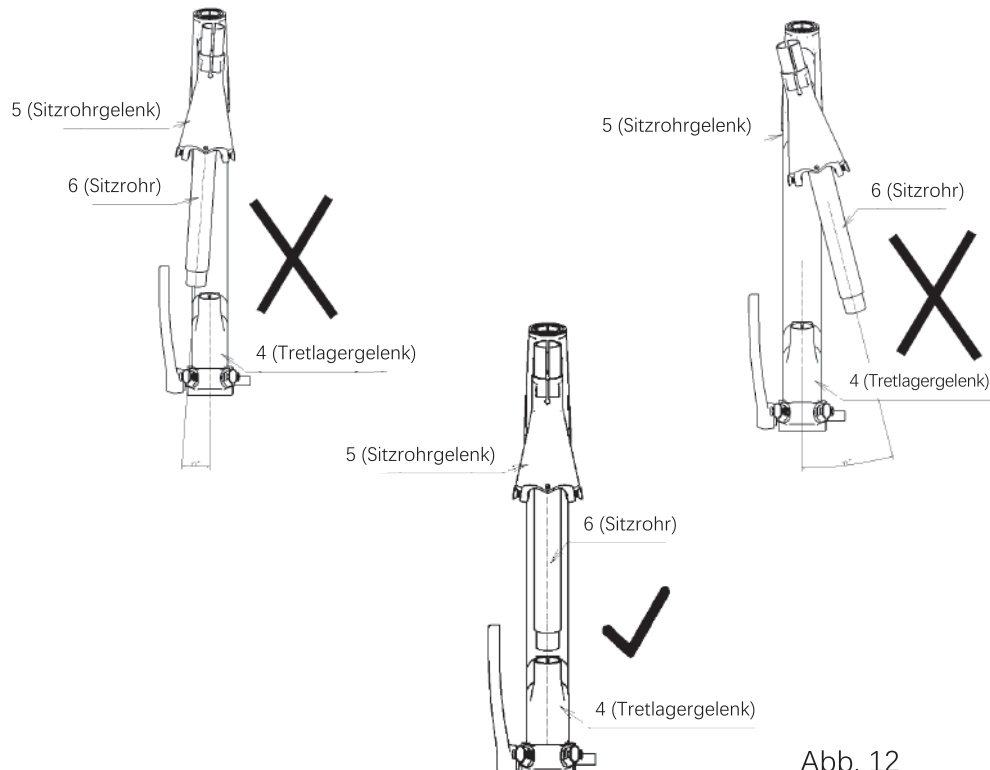

Abb. 12
a. Betrachten Sie den Rahmen von hinten und justieren Sie den Winkel von Teil 6 und Teil 4 so, dass sie in einer geraden Linie liegen, wie in Abb. 12 gezeigt.